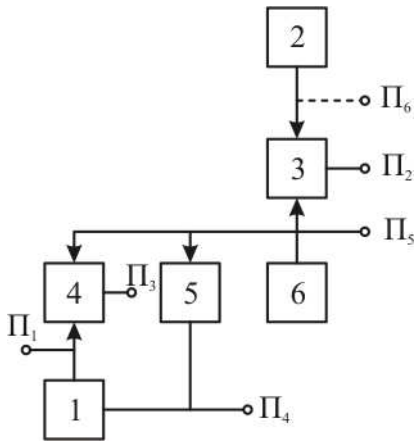

Рисунок 7.7 – Функциональная схема электроприемника
**Задача 28.** Имеется функциональная модель электроприемника, состоящего из 6 элементов (рисунок 7.7) и подвергающегося 5 проверкам. Определить минимальный набор параметров, необходимых для однозначного отыскания неисправного элемента комбинационным методом.